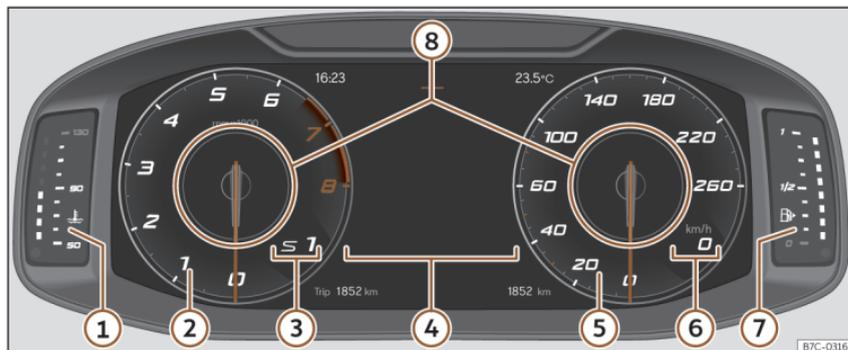

Fig. 50 Digital Cockpit nella plancia (visualizzazione classica).
In tutte le visualizzazioni è possibile personalizzare le informazioni che compaiono in **Profili informativi**»» fig. 50 ⑧.
Le lancette del numero di giri e del tachimetro compaiono a lunghezza intera»» **fig. 50**.